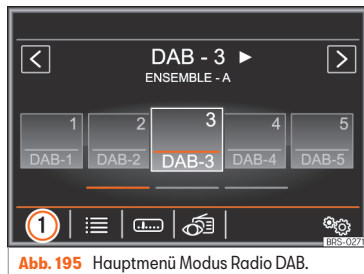

Abb. 195 Hauptmenü Modus Radio DAB.
- Im Hauptmenü **RADIO** die Funktionsfläche »» **Abb. 195** **1** antippen und **DAB** auswählen.
Der eingestellte DAB-Sender wird in der oberen Bildschirmzeile **DAB-3** angezeigt, die gewählte Sendergruppe unter **ENSEMBLE-A** »» **Abb. 195**.
Die Funktionsflächen beziehen sich auf das Menü, das erscheint, wenn das Schaltfeld  gedrückt wird **» Abb. 195**.
(Speicherliste): Anzeige der Speichertasten **» Abb. 195**.